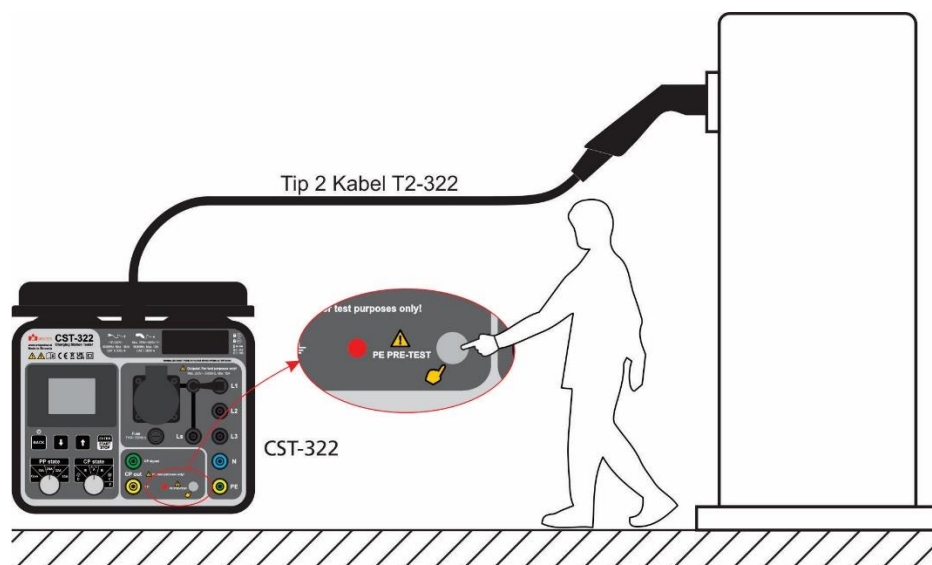

Abbildung 9: PE VOR-TEST
Wenn der PE VOR-TEST erfolgreich ist (PE VOR-TEST-Warnlampe ist während des Berührens der Elektrode gemäß Abbildung 9 ausgeschaltet), können Sie mit dem Testen fortfahren. Andernfalls beheben Sie den möglichen Verdrahtungsfehler am PE-Leiter.
- Stellen Sie den PP Schalter auf die entsprechende Einstellung und den CP-Schalter auf die AUTO (A)-Position.
- Führen Sie den PE VOR-TEST durch. Siehe Abbildung 9 oben.
Wenn der PE VOR-TEST erfolgreich ist (die PE VOR-TEST Warnlampe ist während des Berührens des Elektroden gemäß Abbildung 9 ausgeschaltet), fahren Sie mit den Tests fort. Andernfalls beheben Sie mögliche Verkabelungsfehler am PE-Leiter.